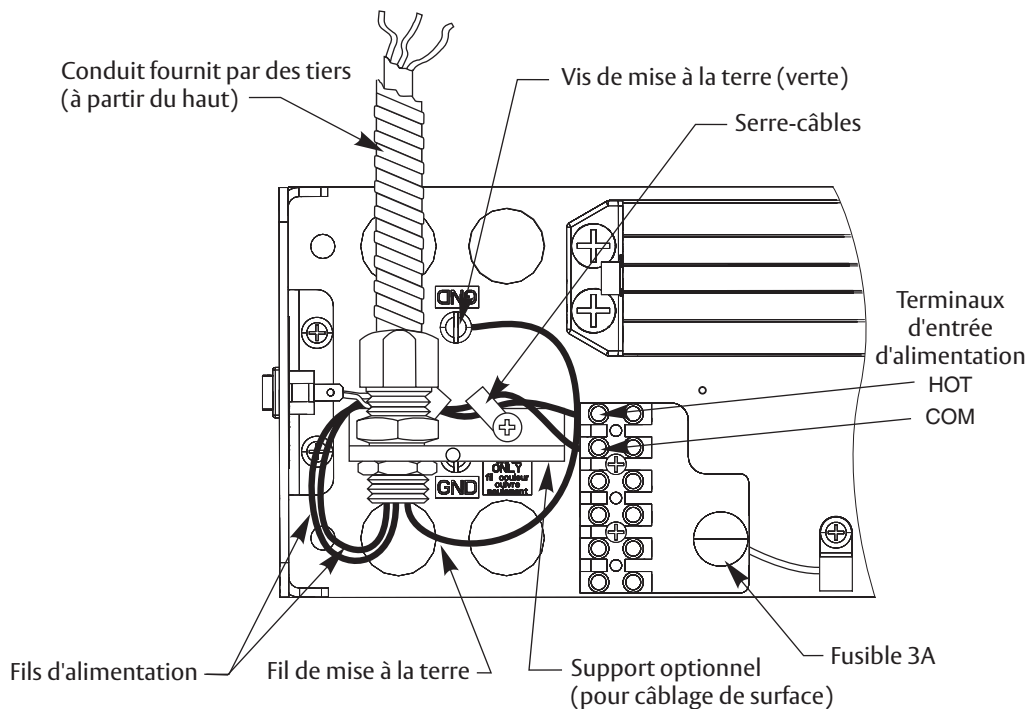

Figure 16
Câblage de surface (Figure 16)
3. Après avoir installé l'opérateur, fixer le fil de mise à la terre entrant au palastre avec la vis de mise à la terre, comme illustré. (Figure 16)